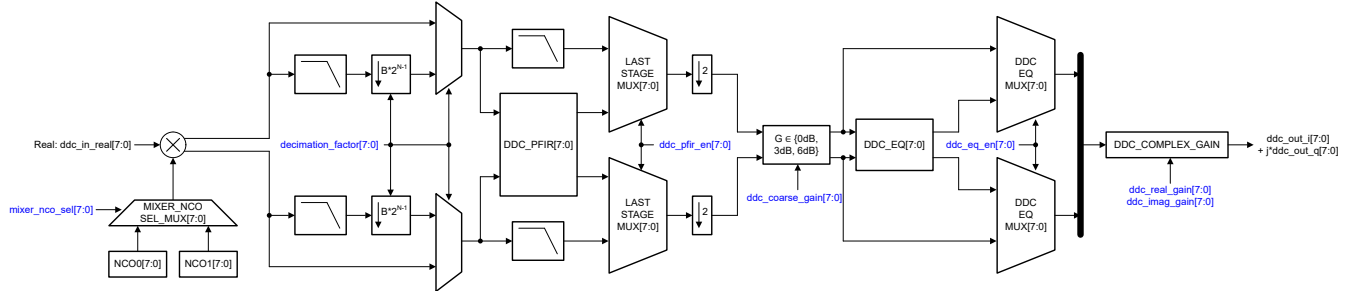

図 7-25. 複素デシメーション信号チェーン (2 のデシメーション係数 (B = 1))
- **実数入力による複素デシメーション:** DDC には実数入力があり、NCO と混合されて複素数出力を生成します。複素数出力は、デシメーション係数 ( $M$ ) によりローパスフィルタ処理およびダウンサンプリング処理されます。このモードでの DDC ブロックの出力は複素数信号で、図 7-25 は詳細な DDC チェーンを示しています。